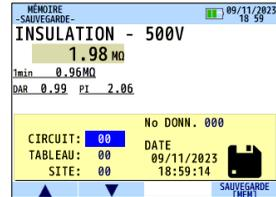

Fig. 16-2
- (1) Une fois la mesure terminée, appuyez sur le commutateur MEM pour passer en mode d'enregistrement. (Fig. 16-2)